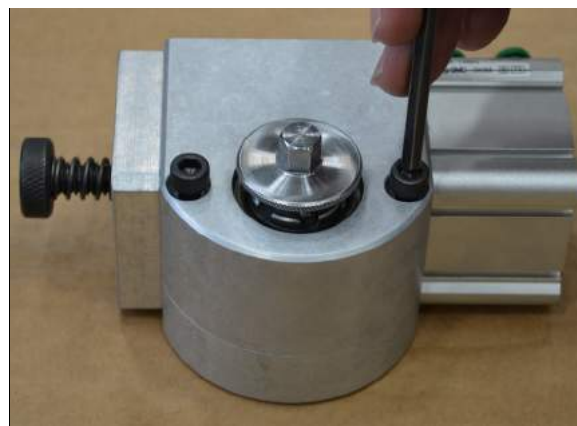

РИСУНОК 3-38. МЕСТОПОЛОЖЕНИЕ БОЛТОВ КОРОБКИ ПОДАЧ
1. Снимите вал подачи и два болта (см. рис. 3-38).